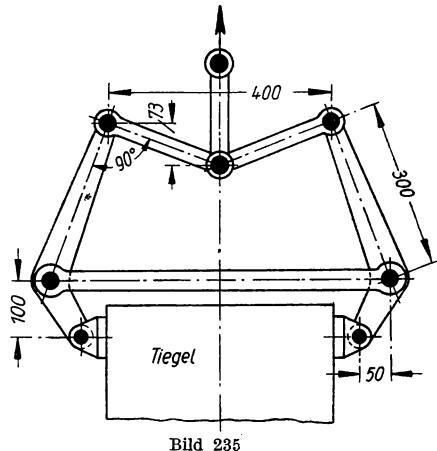

Bild 235
- 360.** Eine Greifzange zum Heben von Schmelztiegeln ist aus Gelenkstangen nach Bild 235 zusammengesetzt. a) Welche Druckkraft tritt beim Heben eines G kg schweren Tiegels in den beiden oberen schräggesprenzten Stangen auf?